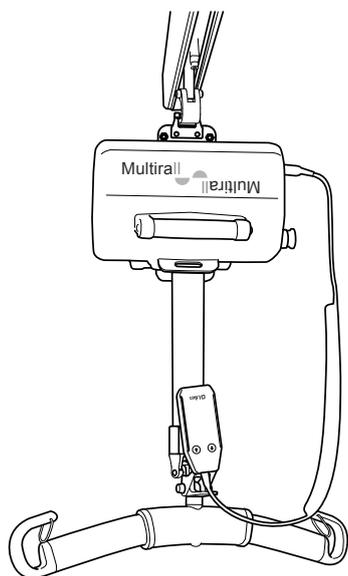

fig. 1
- montado com a banda de elevação abaixo da unidade de elevação (fig. 1) ou